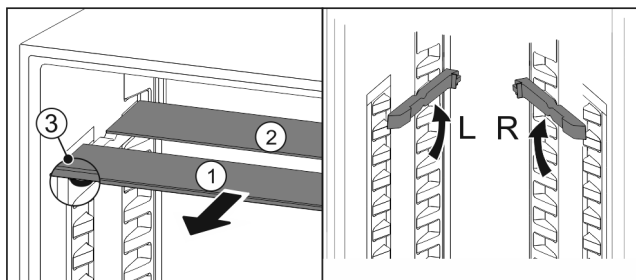

Fig. 81
- Glasplaten afzonderlijk vanaf de voorkant eruit trekken Fig. 81 (1).
- Glasplaat Fig. 81 (1) met sierlijst ligt voor.
- Stops Fig. 81 (3) zijn naar onder gericht.